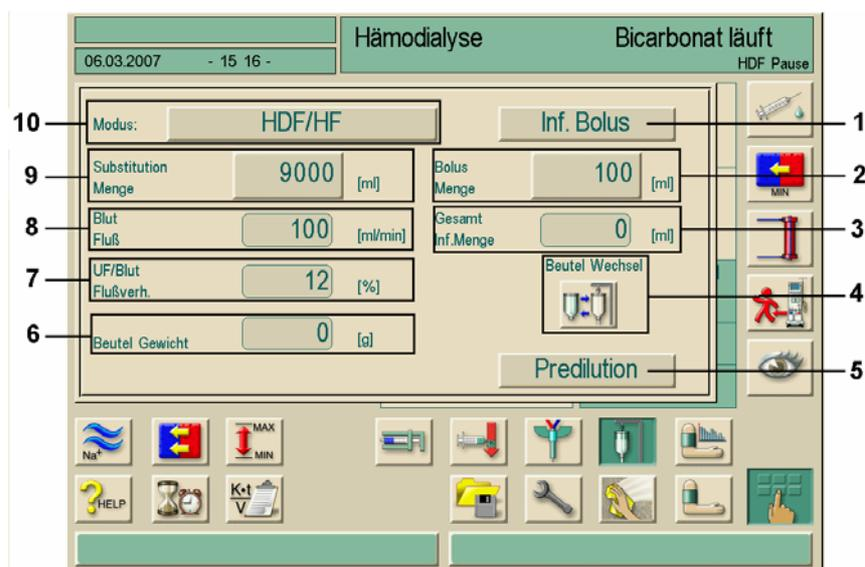

Fig. 10-14 Bildschirm „Substitutionsparameter HDF-Beutel“
- Beutel mit Substitutionslösung an das Stativ hängen. Gewichtsanzeige im Bildschirm, (siehe Fig. 10-14, Feld **6**) überprüfen.